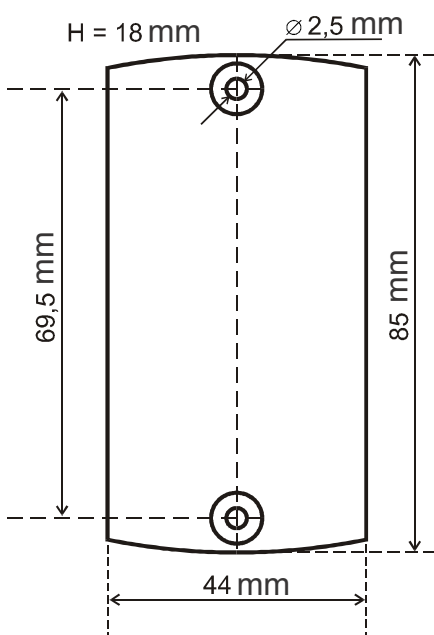

Fig. 1. Dimensions du lecteur.
- Marquer et percer les trous de montage (Fig. 1).